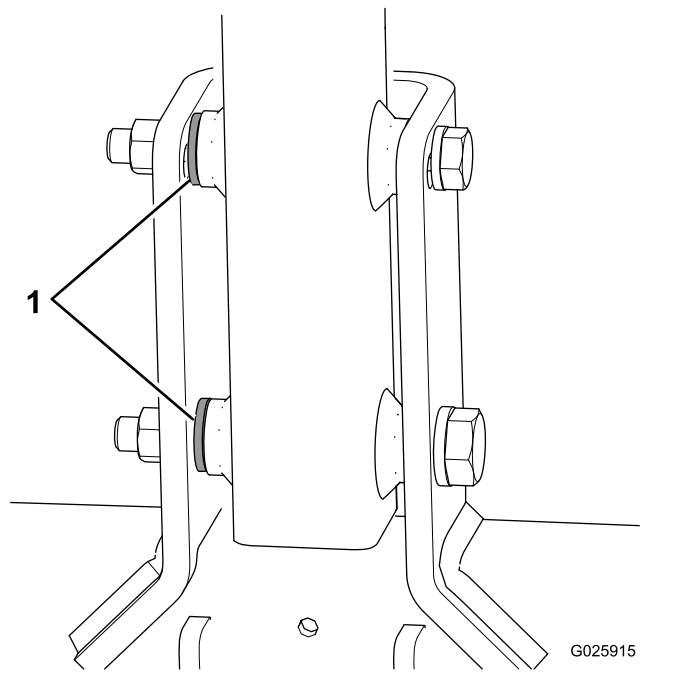

图6
- 如果您的机器每个螺栓都随附第 3 个垫圈请把这些垫圈用作挂钩与挂钩枢轴支架之间的隔片图6。